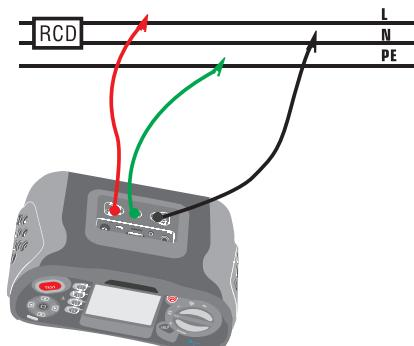

Figure 15 Connexion : RCD Measurement-Test lead
- Connecter les cordons de test comme indiqué sur la Figure 15
- 4- Connectez les cordons comme indiqué sur la Figure 15